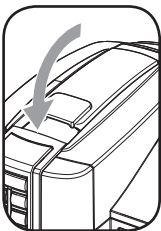

Fig.3
- 10- Abaissez le levier pour fermer le compartiment à capsule (fig.3).